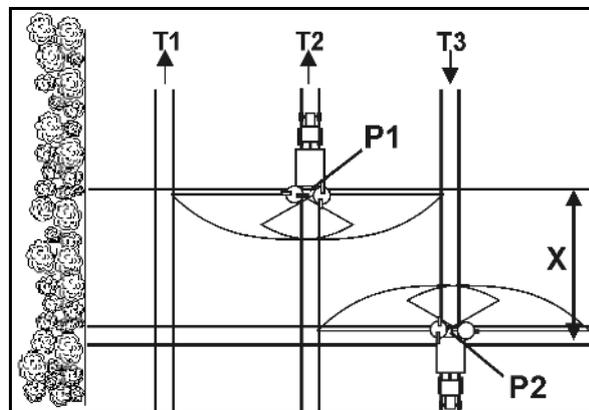

Fig. 89
- Öffnen der Schließschieber nach dem Einfahren in die Fahrgasse am Punkt P1 (Fig. 89), wenn die Streuscheiben die Strecke X von der Fahrgasse des Vorgewendes entfernt sind.
- Schließen des Schiebers vor dem Herausfahren aus der Fahrgasse am Punkt P2 (Fig. 89), wenn sich die Streuscheiben in Höhe der ersten Fahrgasse des Vorgewendes befinden.